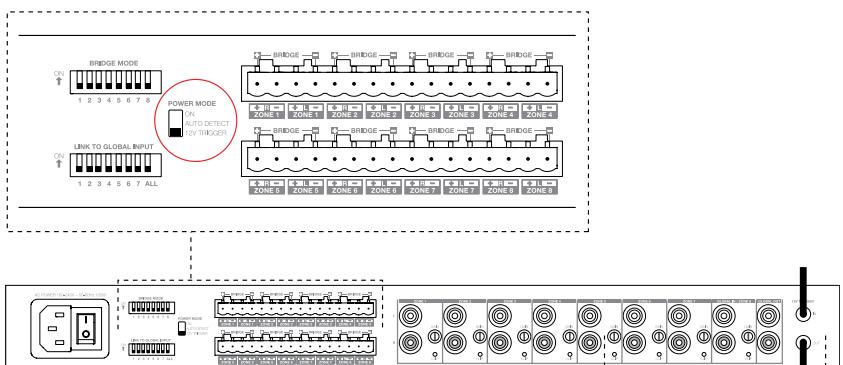

Abbildung 10
2. Schließen Sie das 12V-Triggerkabel an die 3,5-mm-Buchse 12V TRIGGER IN an, (siehe Abbildung 10).